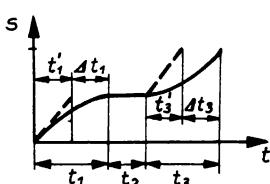

Bild 100
2.44 Die Gesamtverspätung Δt setzt sich zusammen aus Verspätung Δt_1 (beim Bremsen), Haltezeit t_2 und Verspätung Δt_3 (beim Anfahren) (Bild 100). Bezeichnen wir mit t_1' und t_3' die Fahrzeiten auf den Beschleunigungsstrecken für den Fall, daß der Zug nicht anhält, dann ist